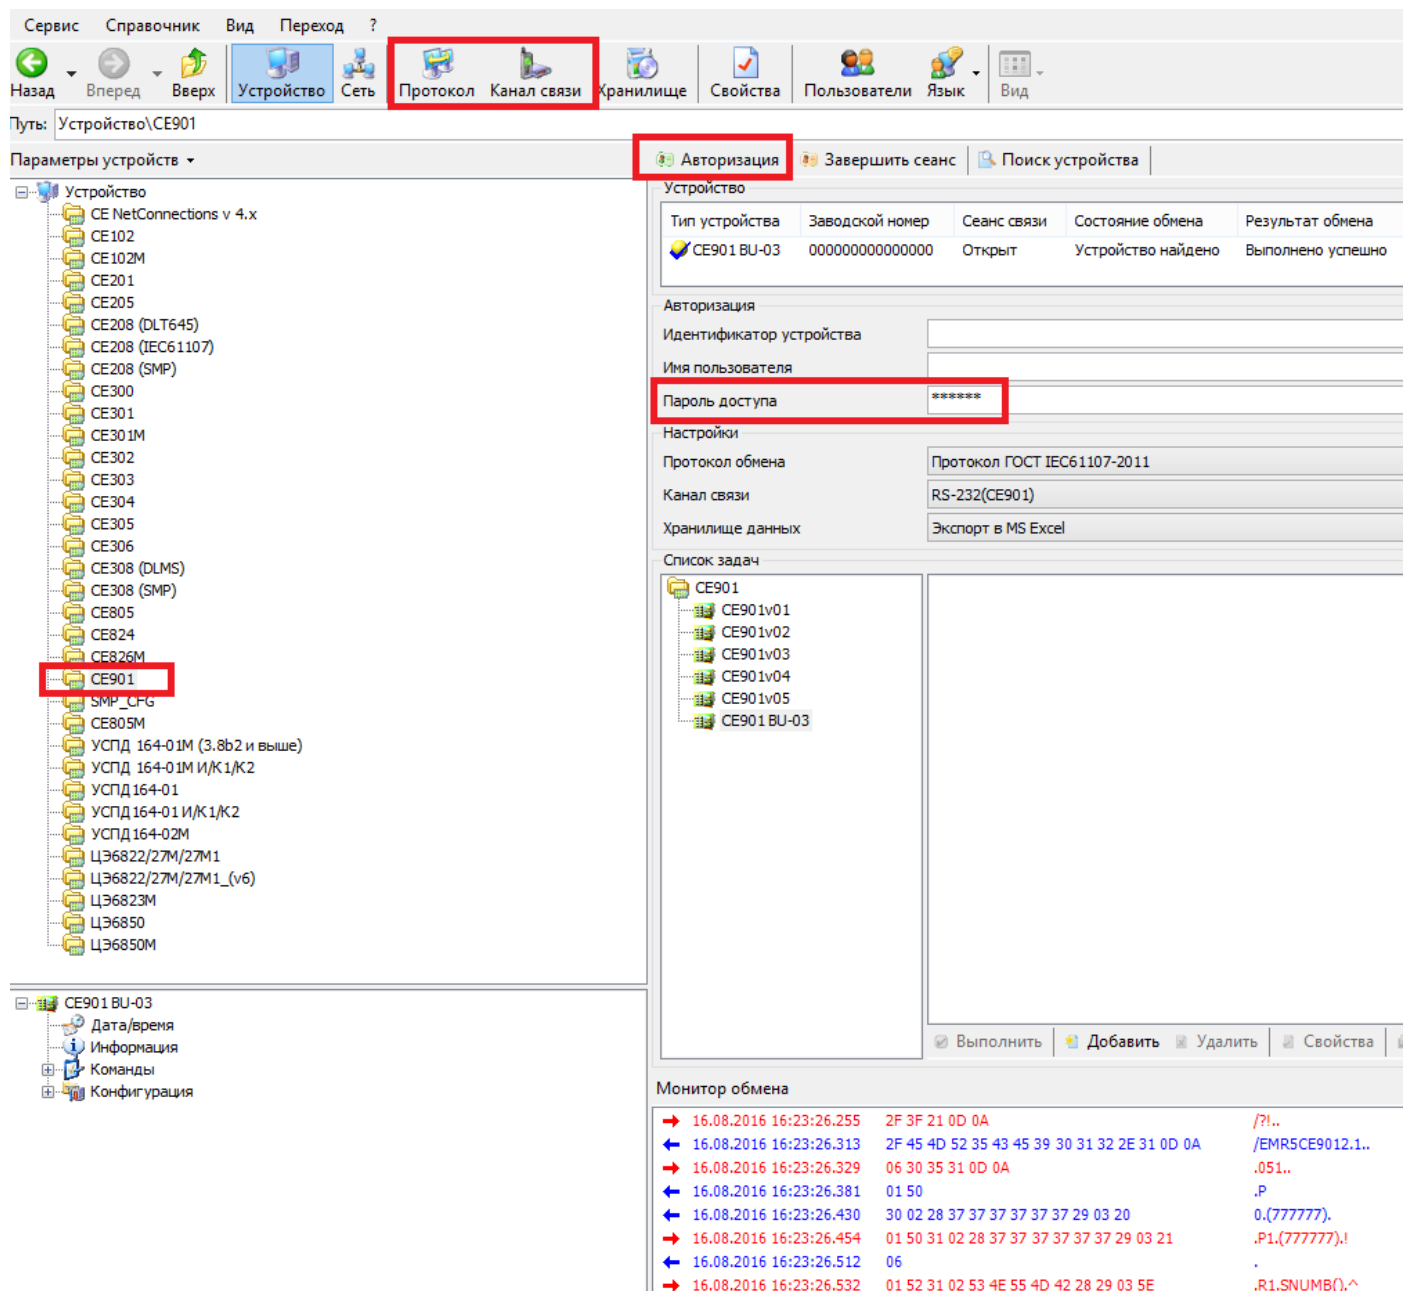

Рисунок 4.4 – Главное окно программы AdminTools
- в AdminTools выбрать устройство «СЕ901» (рис.4.4);
- ввести пароль доступа: 777777 (рис.4.4);
- нажать кнопку «Авторизация» (рис.4.4).